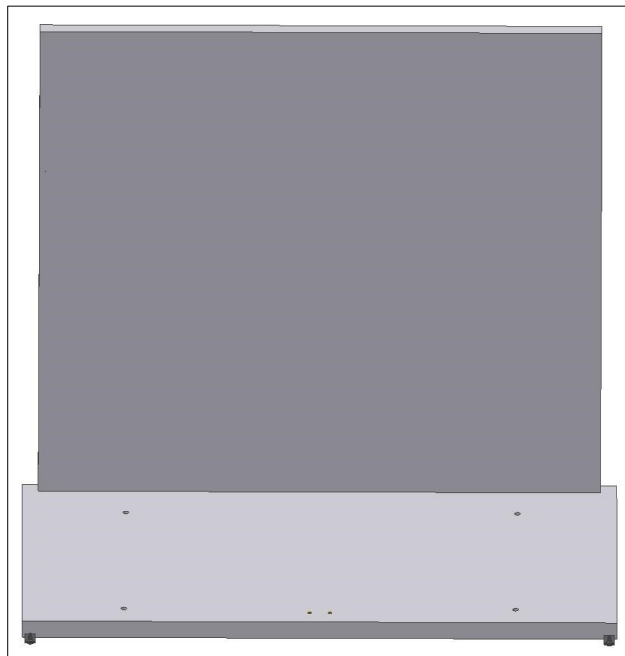

Fig. 3
- Stellen Sie die **Rückwand** auf die Bodenplatte und befestigen Sie sie (Abb. 3);